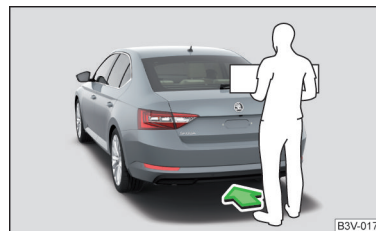

Abb. 57
► Zum **Öffnen/Schließen** einen Fuß unter dem hinteren Stoßfänger im Sensorbereich zügig in Pfeilrichtung schwenken » Abb. 57.